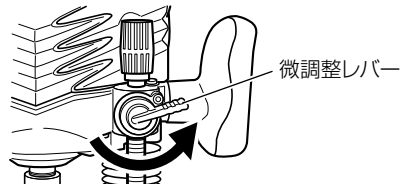
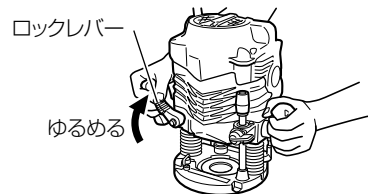

図 5
図 6
- (1) ルータを平らな材料の表面に置きます。
- (2) 微調整レバーを反時計方向に止まるまで回します。(図5)
- (3) ちょうボルトをゆるめ、ストップボールをストップブロックに当てます。
- (4) ロックレバーをゆるめ、ビットの先端が材料の表面に軽く当たるまで本体を押し下げます。この位置でロックレバーを締付けます。(図6)
- (5) ちょうボルトを締付け、スケールマーカを目盛り"0"に合わせます。
- (6) ちょうボルトをゆるめます。望む切込み深さの目盛りにマーカを上げてちょうボルトを締めます。
- (7) ロックレバーをゆるめて、ストップボールがストップブロックに当たるまで本体を押し下げますと、所要の切込み深さが得られます。